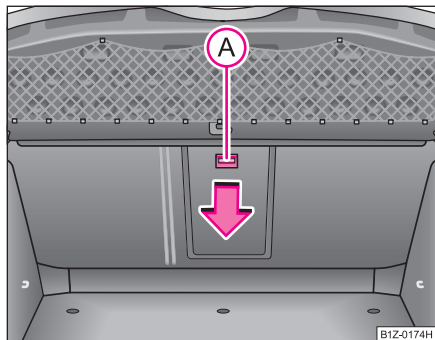

Fig. 111 Portbagajul:
- Împingeți tasta de deblocare în jos (A) ⇒ fig. 111 și rabatați capacul (cu cotiera) în față.
- Rabatați capacul și cotiera în sus, până la limită - capacul trebuie să se fixeze cu zgomot. Acest lucru îl recunoașteți după zona roșie de deasupra tastei de deblocare (A). Ea nu trebuie să fie vizibilă din portbagaj ⇒ pagina 115, fig. 111.